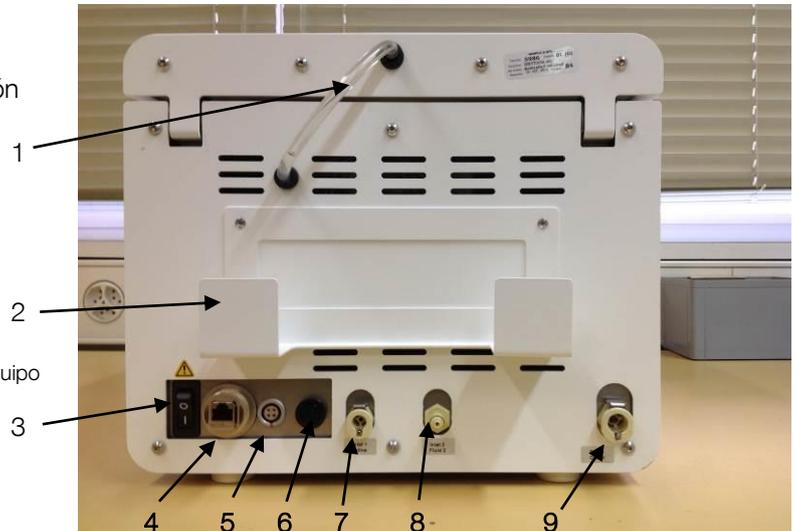

Fig. 7.1
Inserte la fuente de alimentación en su soporte en la parte posterior (ver la Fig. 7.1, pto. 2) y conecte el en la toma de tensión continua (Fig. 7.1, pto. 5). Conecte el cable de alimentación que se suministra a la fuente de alimentación y, a continuación, enchúfelo a la toma de corriente.
Conecte el tubo flexible de llenado a la entrada 1 (Fig. 7.1, pto. 7) en la parte posterior y sumerja el otro extremo del tubo flexible con el tubo de aspiración en el recipiente con la solución salina.
Si el equipo dispone de la entrada opcional 2, conecte el conector del tubo flexible de llenado 2 a la entrada posterior 2 (Fig. 7.1, pto. 8) y sumerja el otro extremo del tubo flexible con el tubo de aspiración en el recipiente con solución fluida 2.
Conecte el conector del tubo flexible de vaciado a la salida trasera (Fig. 7.1, pto. 9) y conecte el otro extremo del tubo flexible al contenedor de residuos peligrosos.
Conecte el interruptor de encendido y apagado (Fig. 7.1, pto. 3) (ON). El proceso de puesta en marcha dura aproximadamente un minuto.